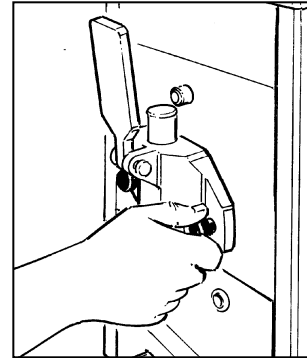

Fig. 32
- Una volta inserita correttamente la flangia, fissarla con i suoi pomelli avvitandoli a fondo (fig.32).